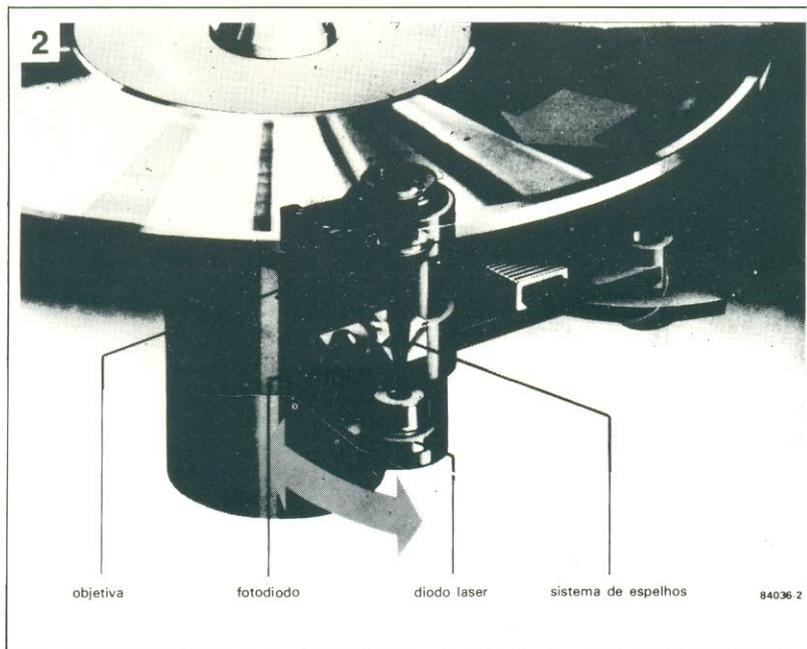

figura 2 - Os discos óticos de memória são gravados e lidos por raio laser; sua estrutura pode ser vista na foto 1.
Durante a reprodução, a trilha é percorrida por um feixe laser, iniciando no centro e deslocando-se para a borda. A luz sofre uma deflexão nas reentrâncias, a ponto de não mais ser captada pelo fotodiodo (veja a figura 2). Assim, para todo efeito prático, a luz do laser é modulada em intensidade pelas reentrâncias; além disso, ela é também polarizada linearmente, de modo a permitir uma perfeita separação entre o feixe original e aquele refletido pelo disco.
Na figura 2 pode-se ver o princípio de operação do circuito sob a forma de gráficos. O espec-
figura 2 - Em "A" temos o espectro de voz recebido pelo circuito, que o multiplicador converte em duas bandas laterais (B). Suprimida a banda superior, sobra a imagem espelhada do espectro original (C), totalmente incompreensível.